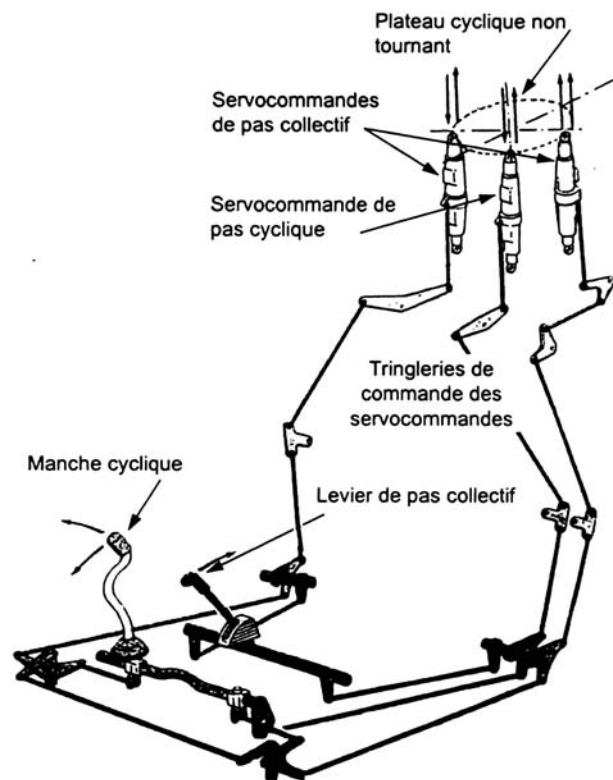

FIGURE 0.1.5 – Tringlerie de commande
Notre étude se limite à l'actionneur de pas cyclique (3) qui assure l'inclinaison du plateau fixe. Il s'agit d'un système d'asservissement en position à entrée mécanique. Le pilote agit sur le manche de commande du pas cyclique (figure 0.1.5), l'inclinaison du levier est transmise à la servo-commande de pas cyclique, grâce à la tringlerie.